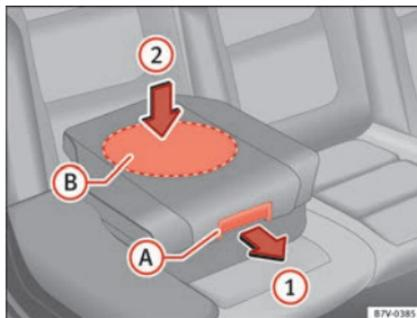

Abb. 33 Integrierter Kindersitz: Sitzpolster zurückklappen.
- Sitzpolster am Entriegelungshebel \Rightarrow Abb. 33 (A) in Pfeilrichtung ① nach vorn ziehen.
- Sitzpolster im *mittleren* Bereich (B) in Pfeilrichtung ② nach unten drücken, damit es sicher einrasten kann \Rightarrow ①. Die Seitenhalter klappen automatisch ein.
Beim Zurückklappen des integrierten Kindersitzes nur in der Mitte auf das Sitzpolster drücken → Abb. 33 ②. Andernfalls kann sich das Sitzpolster verkanten und nicht sicher einrasten. ■